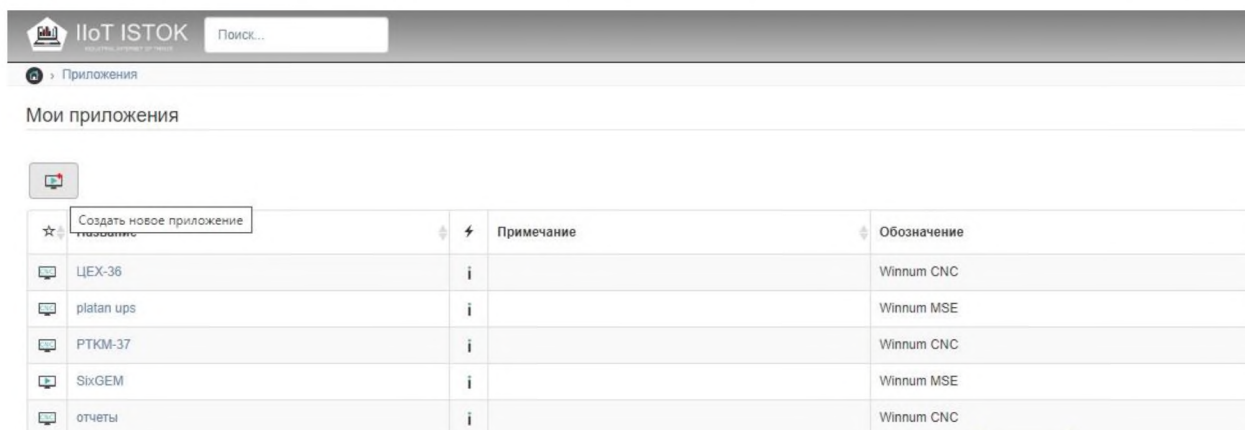

Рисунок 18 – Создание нового приложения
- 2) В списке **Мои приложения** нажмите кнопку **Создать новое приложение** (рис. 18).